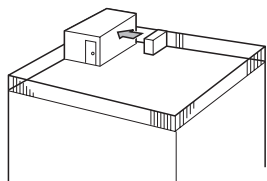

Fig. 2-4
- ① Suuntaa ilman ulostulo lähintä seinää kohti noin 500 mm:n etäisyydelle seinästä. (Fig. 2-4)